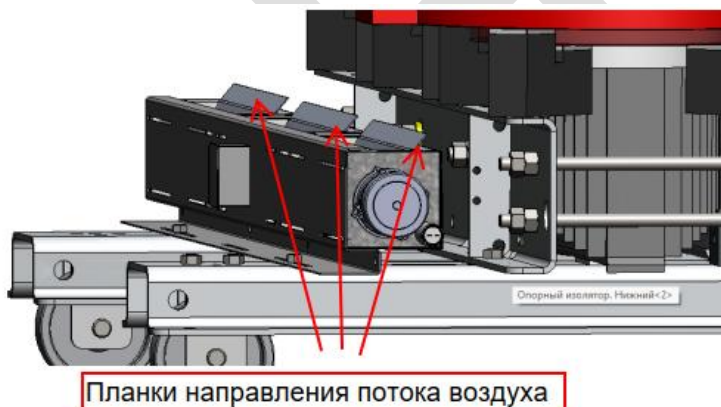

Рис. 6
6. Поднимите планки направления потока воздуха на вентиляторах. См. Рис.6.